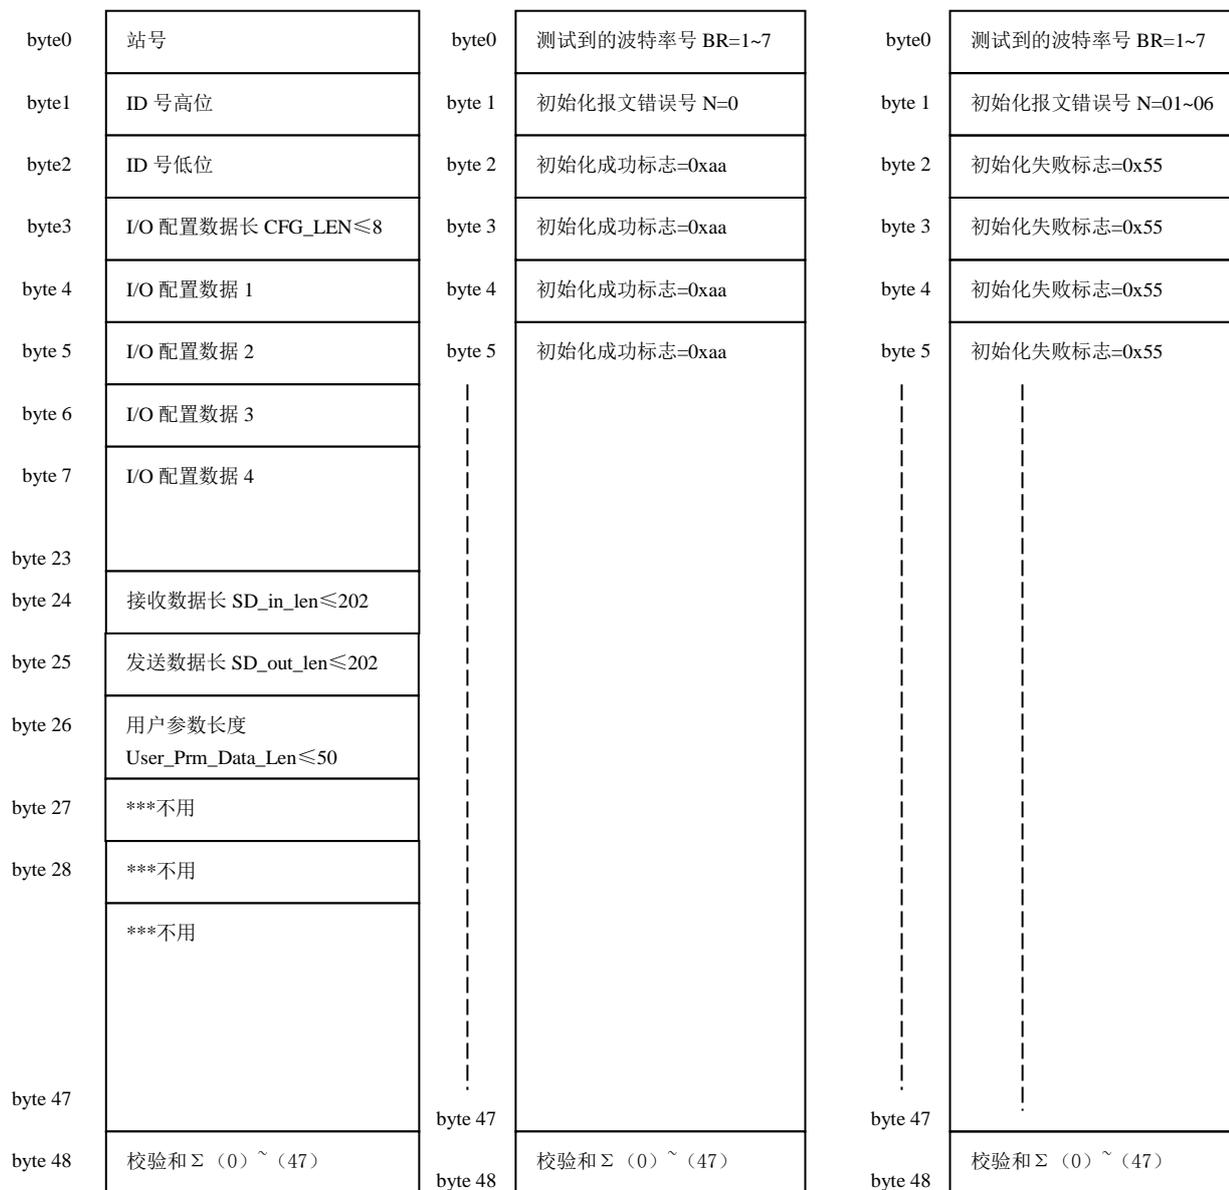

图 4-1
(1) 用户模板按照接口板 SW1 设置的波特率向接口模板初始化报文，格式如下图 4-1：
(2) 接口板接收到初始化报文后，如果“偶校验”及“校验和”无错，检查初始化报文参数，回答初始化成功/失败报文给用户模板。